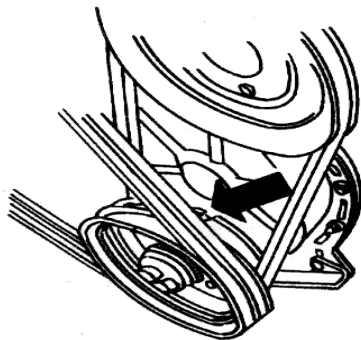
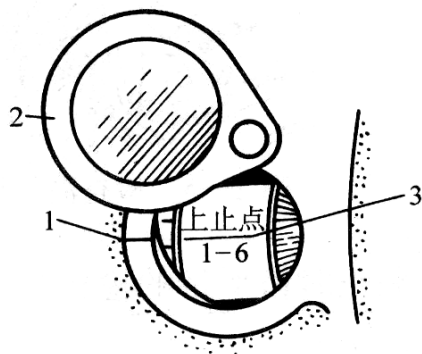

图 7-2 找皮带轮上的正时记号
图 7-3 找飞轮上的正时记号
(1)、拆下气门室罩，慢慢地摇转曲轴，当一缸两气门完全关闭时，观察并使正时齿轮室盖指针的零位与曲轴皮带上的三角槽对准（图 7-2）或发动机齿轮上的“1-6”标志与飞轮壳上的刻度线重合（图 7-3），此时，第一缸活塞处于压缩行程上止点。